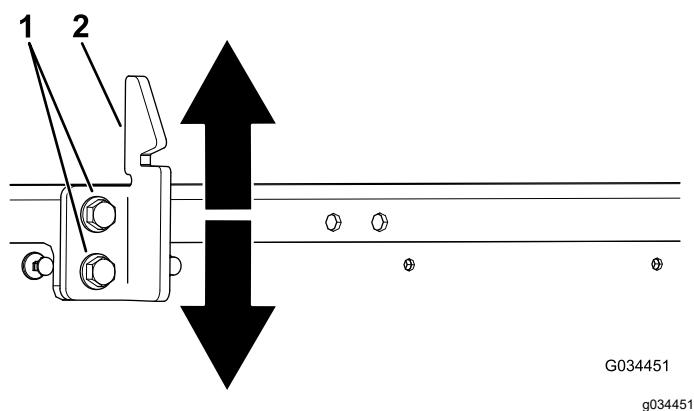

Figura 63
3. Allentate i 2 bulloni sul gancio di chiusura del cassone e spostate il gancio su o giù, a seconda se è troppo alto o troppo basso (Figura 63).
4. Serrate i 2 bulloni sul gancio di chiusura del cassone (Figura 63).